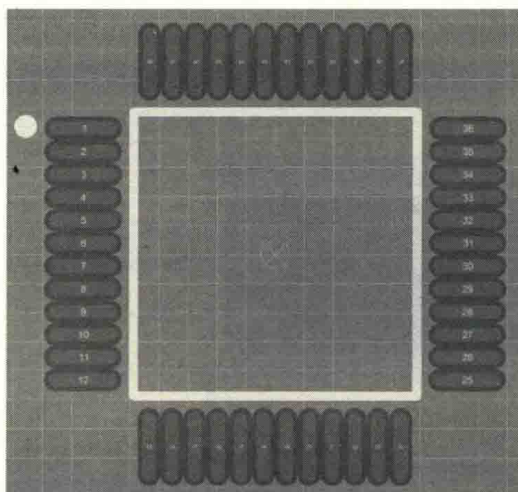

图 12-30 完整的 LQFP48 封装
(8) 在 1 号管脚处放置一个圆形的丝印，标识为 1 脚，如图 12-30 所示。